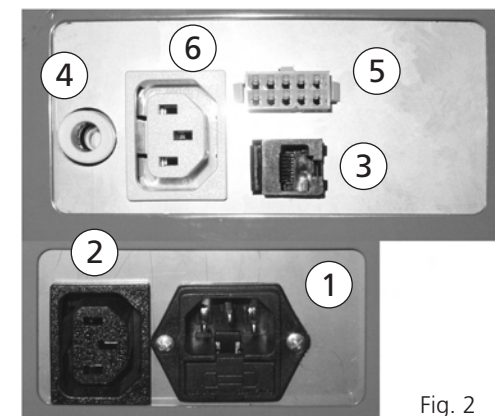

Fig. 2
1. Anslut modularkabeln (2223) mellan brännarens ingång för temperatursensor (3 Fig.2) och kortets modularkontakt märkt "IN" (1).
2. Anslut givaren (1454), placerad på i ett dyrör eller högt upp på pannkroppen, till kortets modularkontakt märkt "Temp 1" (2).
3. Kontrollpanelen skall anslutas i kontakt märkt "Com 1" (7) eller "Com 2" (6) och monteras separat med väggfästet på valfri plats.
4. Om "Acc tank" är aktiverad i brännarmenyn skall en givare (1454) placerad vid akkumulatortankens topp anslutas till kortets modularkontakt märkt "Temp 1" (2) samt en givare (1454) placerad vid akkumulatortankens botten anslutas till kortets modularkontakt märkt "Temp 2" (3).
5. Om man vill styra brännaren med en extern termostat/brytare skall dess potentialfria kontakt ersätta bygeln (5) på plintarna märkta "Temp 1 input" (A) och "Temp 1 return" (B). Då denna krets bryts gör brännaren en nedsläckning och väntar på att kretsen sluts och att panntemperaturen understiger inställd starttemperatur (Topp).